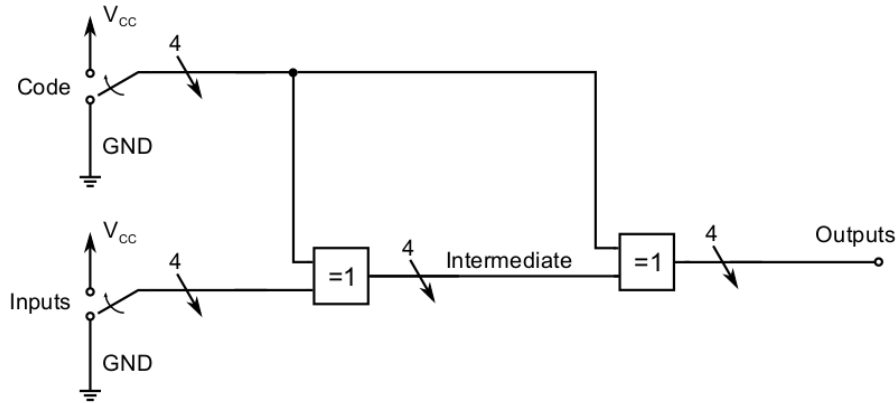

Abbildung 4.1: Versuch mit Doppel-XOR
Bauen Sie zunächst eine Schaltung aus 2 Quad-XORs gemäß Abbildung 4.1 auf. Die mit 4 gekennzeichneten Pfeile stehen für einen Bus mit vier Adern, das heißt, die dort gezeigte Schaltung ist vier mal parallel aufzubauen. Verwenden Sie sowohl für die vier *Inputs* als auch für die vier *Code*-Eingänge jeweils vier zusammenhängende Schalter aus Bereich (B), mit denen Sie zwischen *GND* und *V_{DD}* wechseln können. Wenn Sie die vier *Intermediate*-Signale und die vier *Outputs* auf die LED-Bank in Bereich (G) legen, können Sie die Zustände gut vergleichen. Es bietet sich an, die vier zusammengehörenden Signale jeweils auf eine Reihe der LED-Bank zu geben und die selbe Reihenfolge zu nutzen. Stellen Sie nun eine beliebige aber konstante Eingangskombination für die vier *Inputs* ein.